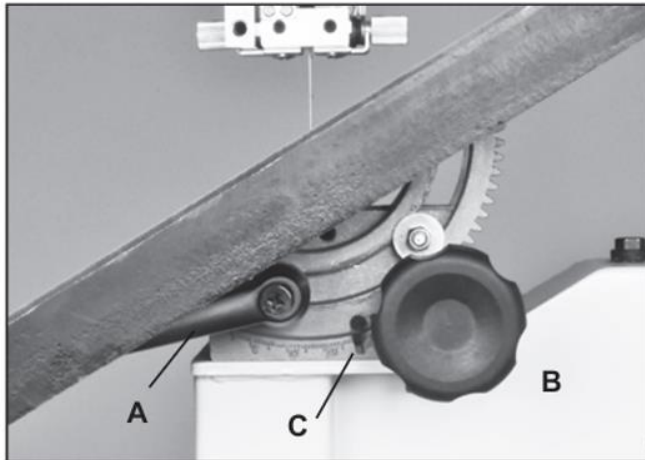

Рис.11
1. С задней стороны станка ослабьте фиксирующую ручку (#27В) на цапфе стола, повернув ее против часовой стрелки. Рис.11, А.
2. Поверните ручку наклона стола (#30В), чтобы установить желаемый угол наклона стола. Рис. 11, В. Для определения желаемого угла используйте шкалу индикатора угла, встроенную в опору кронштейна (#17В, С). А